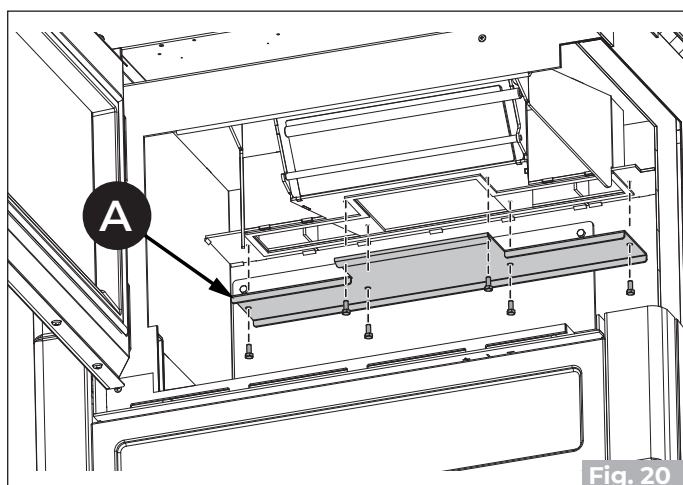

Fig. 20
Rimuovere il tappo collettore fumi (A) (“Fig. 20”).